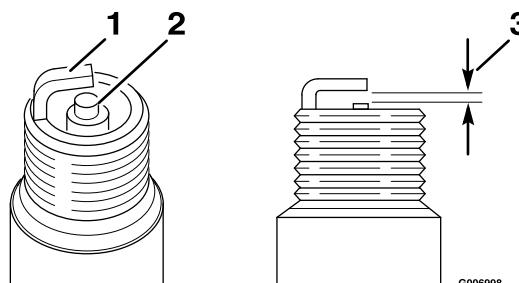

Figura 21
5. Ajuste el espacio entre los electrodos a 0.76 mm (0.03"); consulte Figura 21.